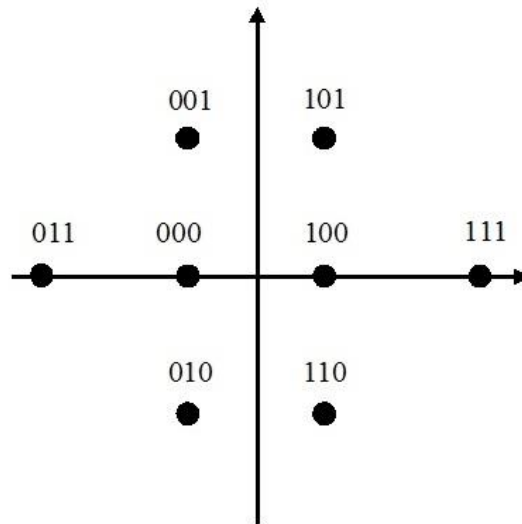

Рис. 41
– КАМ8 (8QAM) - 8-позиционный сигнал квадратурной амплитудной манипуляции, применяемый в модемах фирмы «Comtech – EF Data» (рис. 41);